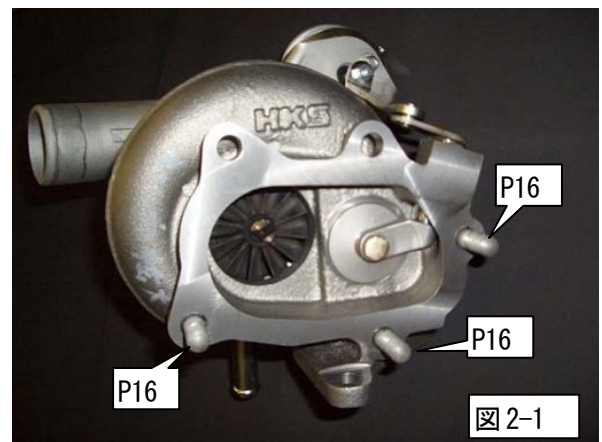

図 2-1
(1) ターボチャージャ Assy に取付けるウォータライン、オイルラインにエアガンでエアブローを行ない、異物のないことを確認してください。また、ターボチャージャ Assy のオイルライン入口から、新品のエンジンオイルを注入し、ホイールを指で回転させて、ベアリング内部にオイルを行き渡らせてください。
(2) ターボチャージャ Assy にスタッドボルト M10 10-6-20 を取付けてください。(図 2-1)